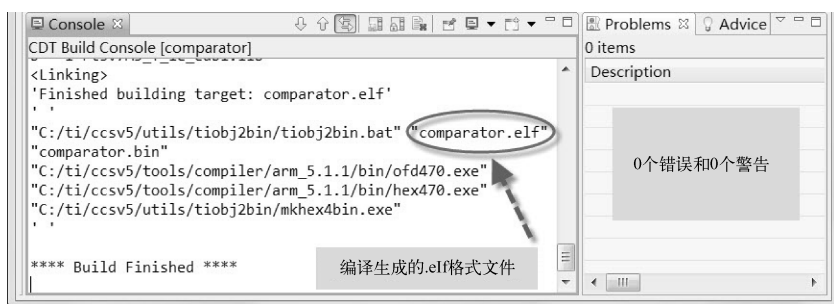

图 6-8 工程编译结果生成 .elf 格式文件
③ 编译 comparator 工程，生成 .elf 格式的可执行文件，如图 6-8 所示。